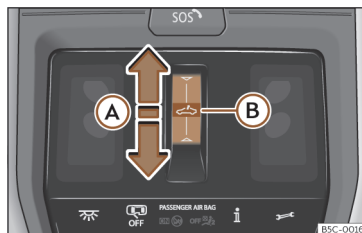

Fig. 82 No revestimento interior do teto: botão do teto de vidro.
- Movimento automático: deslize o dedo para trás sobre a área funcional >>> **Fig. 82** (A).
- Antes de decorrerem aprox. 5 segundos da ativação da função antientalamento, deslize o dedo para a frente sobre a área funcional >>> **Fig. 82** (A) e mantenha pressionado até o teto se fechar totalmente.